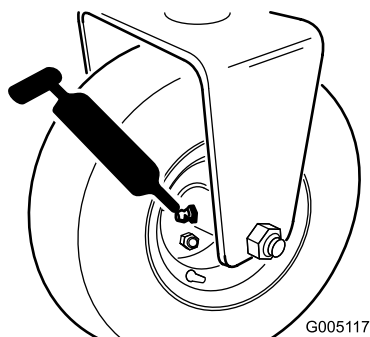

図 30
- 後ローラハブアセンブリ3輪駆動キットを搭載している場合には、後ホイールのローラクラッチと外部ボールベアリング か所 図 30